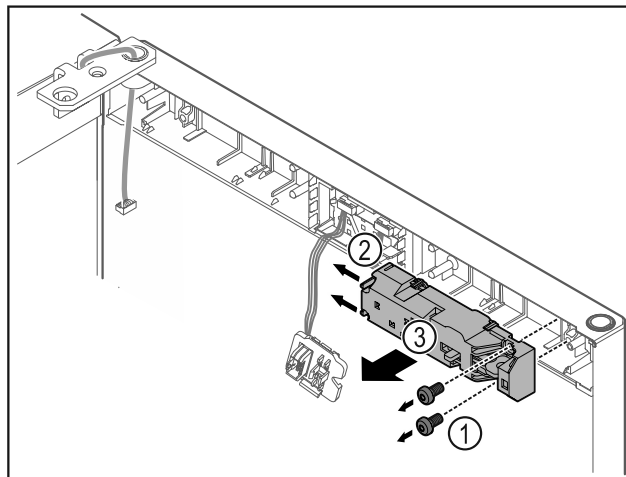

Fig. 20
- ▶ Eemaldage kruvid Fig. 20 (1).
- ▶ Vajutage fiksaatorninasid Fig. 20 (2) küljele ja võtke kauglukkk Fig. 20 (3) maha.